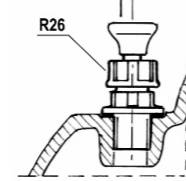

рис. 2
#### Предохранительный клапан R03d – рис.2
- Потянув за ручку предохранительного клапана R03d, проверить возвращается ли он в первоначальное положение. Если появляются сопротивления, открутить гайку предохранительного клапана - R26 ( рис.2 ), изъять стержень клапана, прочистить, легко смазать силиконовой смазкой. Собрать в обратном порядке, затягивая гайку клапана до упора.